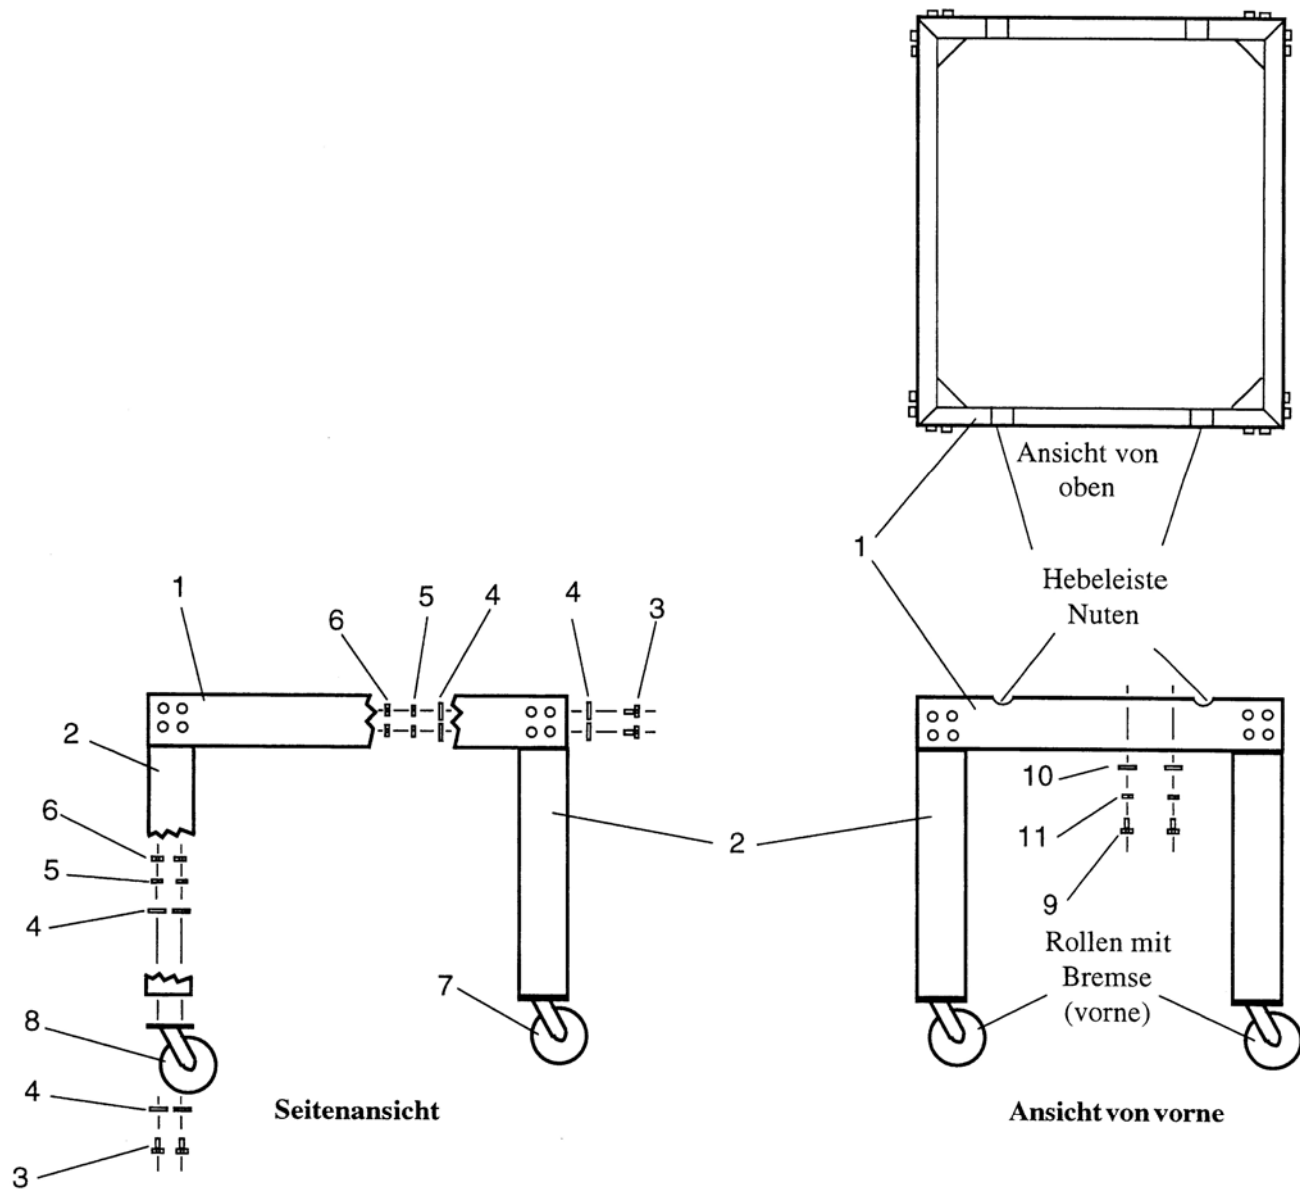

Abbildung 2-2
1. Den Karton mit dem unteren Ofen aufsuchen. Den Inhalt herausnehmen und auf Vollständigkeit überprüfen. Die Teileliste ist im folgenden und in Abbildung 2-2 angeführt.
2. Den Rahmen (Pos.1, Abb. 2-2) verkehrt auf den Boden legen und die vier Beine (Pos. 2) mit den 32 Sechskantbolzen (3/8-16 x 1 Zoll, Pos. 3), den 64 Unterlegscheiben (3/8 Zoll, Pos. 4), den 32 Sicherungsscheiben (3/8 Zoll; Pos. 5) und den 32 Sechskantmuttern (3/8-16 Zoll; Pos. 6) befestigen. Siehe Abb. 2-2.
3. Die vier Rollen an den Beinen befestigen. Es gibt zwei Rollen mit Bremsen (Pos. 7) und zwei ohne Bremsen (Pos. 8). Die beiden Rollen mit Bremsen müssen an der Seite des Stands mit den Hebenuten angebracht werden (siehe Abb. 2-2). Die Seite mit den Rollen mit Bremsen wird damit zur Vorderseite des Stands. Die vier Rollen mit den 16 Sechskantbolzen (3/8-16 x 1 Zoll; Pos 3), 32 Unterlegscheiben (3/8 Zoll; Pos. 4), 16 Sicherungsscheiben (3/8 Zoll; Pos. 5) und 16 Sechskantmuttern (3/8-16 Zoll; Pos. 6) befestigen. Siehe Abb. 2-2.
8. Den Ofen mit den vier verbleibenden Bolzen, Unterlegscheiben und Sicherungsscheiben an den beiden Löchern auf der rechten und linken Seite des Stands und den Gewindelöchern in der Ofenunterseite befestigen. Siehe Abb. 2-2.